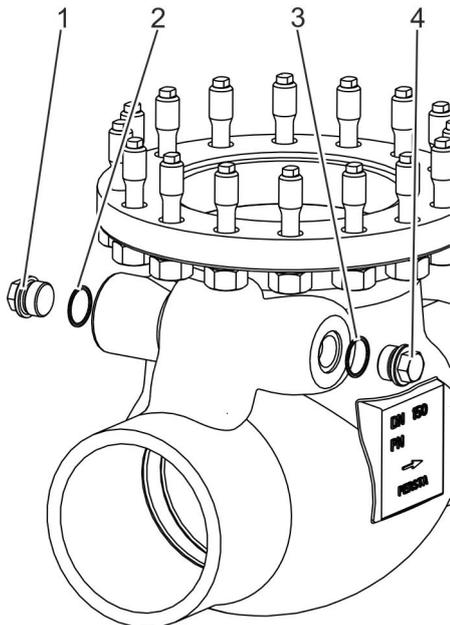

Abb. 31: Verschlusschraube und Dichtelemente montieren
- 15.**▶ Neue Dichtelemente (Abb. 31/2 und 3) in die Nuten im Gehäuse einlegen.
- 16.**▶ Verschlusschrauben (Abb. 31/1 und 4) montieren.